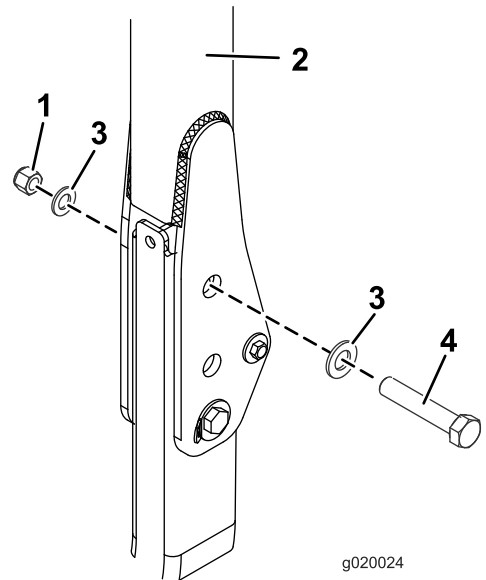

Figura 30
3. Coloque una arandela (13/16" x 1 1/2") en cada perno (3/4" x 4"), según se muestra en Figura 30.
4. En los taladros de donde se retiraron los pasadores, instale los pernos y las arandelas (Figura 30).
5. Coloque otra arandela sobre cada perno y sujételas con una tuerca (3/4"), según se muestra en Figura 30. Apriete las tuercas a 323–396 N·m.
6. Apriete el perno de pivote del ROPS (Figura 30) a 91–113 N·m para evitar que reboten la barra antivuelco y el toldo.